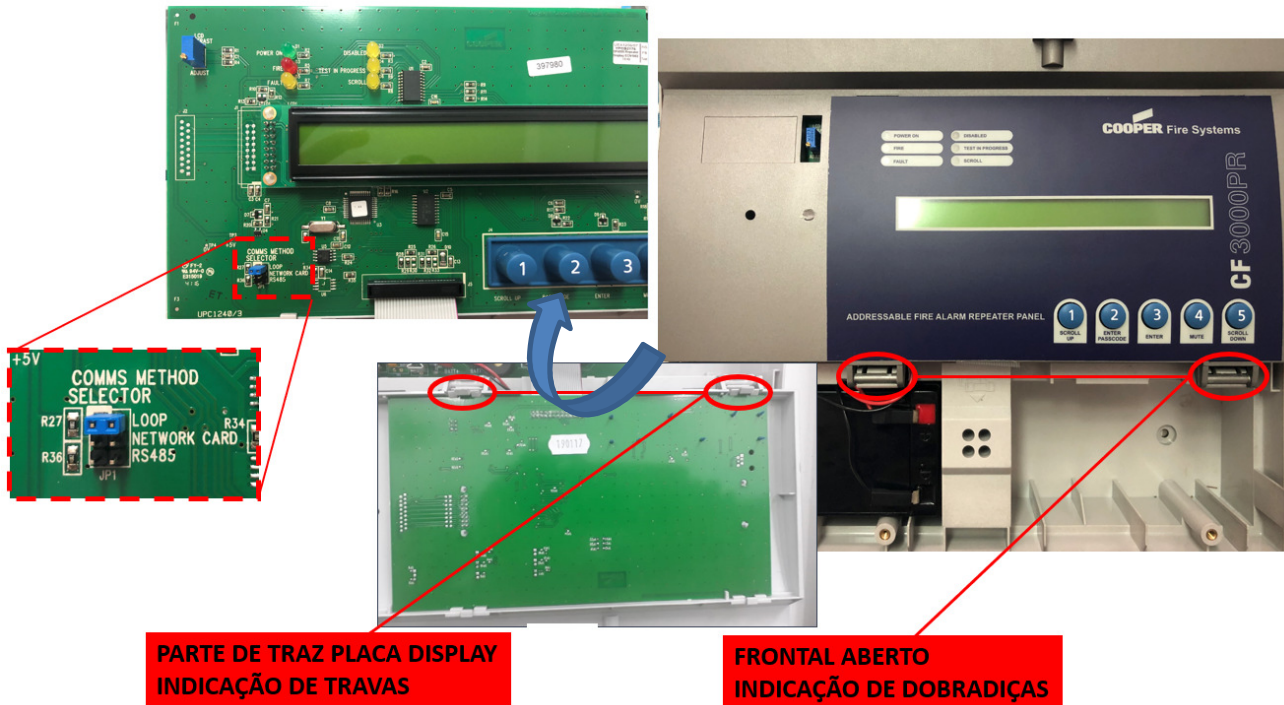

Figura 2
- O segundo Jumper fica posicionado atrás da placa de display da Repetidora, a mesma deve ser retirada da porta para que o jumper possa ser verificado como abaixo (Figura 2), deve estar locado na posição LOOP.